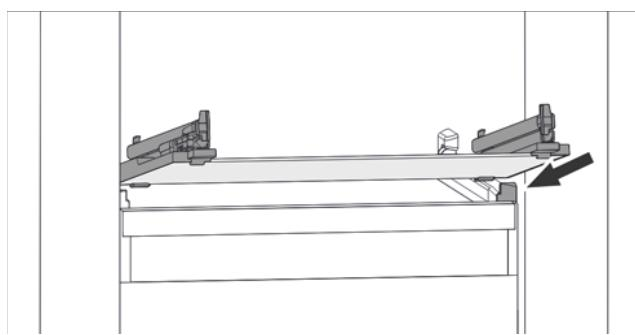

Fig. 107 Примерное отображение стеклянной пластины
- Наклоняя вниз, установите стеклянную пластину за стопоры. (см. Fig. 107)